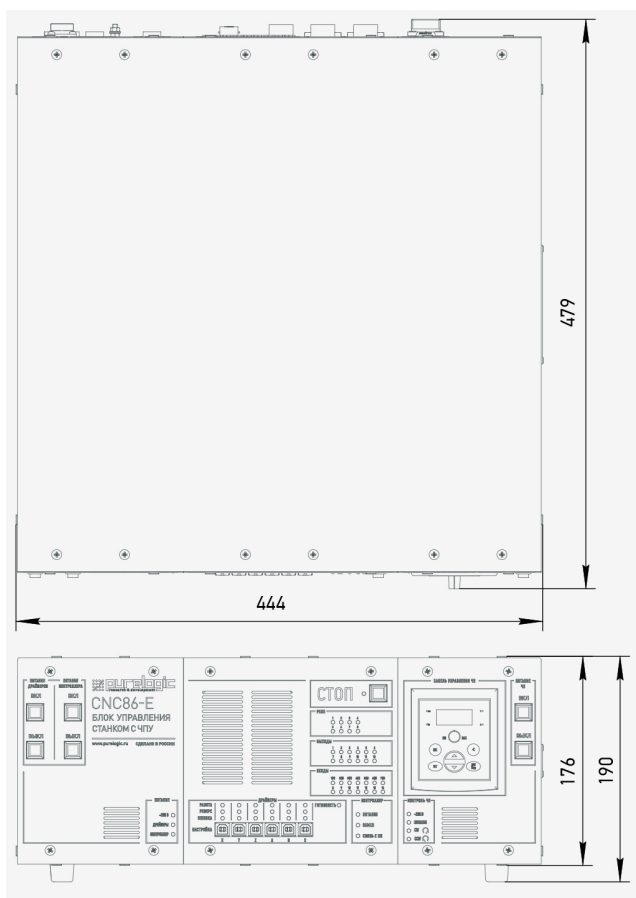

Рис. 18. Габаритные размеры блока (с приборными ножками)
1. Установка на любую горизонтальную поверхность при помощи приборных ножек (рис. 18).